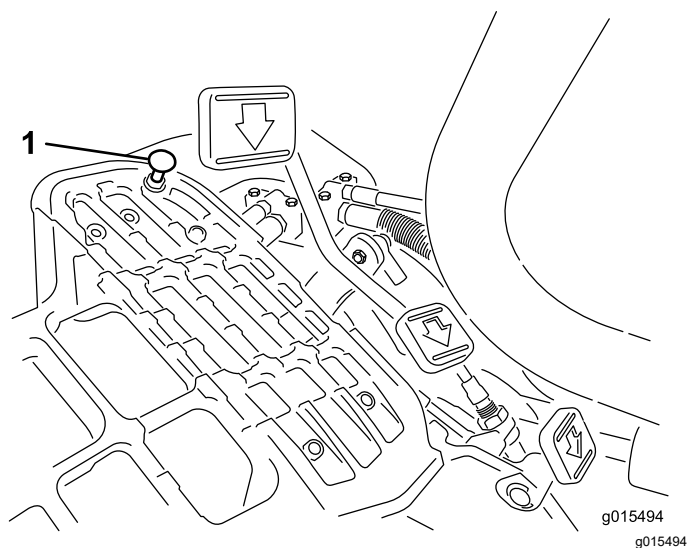

Figure 41
Para obtener la velocidad máxima de transporte, ponga la palanca de control funcional en la posición de TRANSPORTE y pise el pedal de tracción. Si el pedal toca el tope (Figure 41) antes de que se note tensión en el cable, ajústelo como se indica a continuación:
1. Ponga la palanca de control funcional en la posición de TRANSPORTE y afloje la contratuerca que fija el tope del pedal a la chapa del suelo (Figure 41).